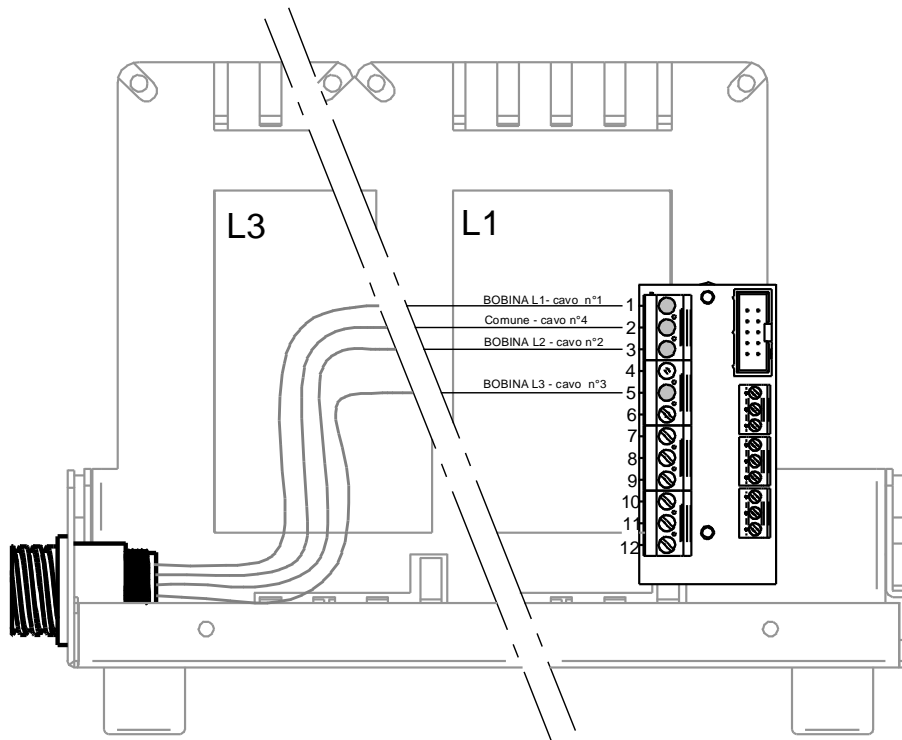

Figura 19
- Il connettore circolare di alimentazione di potenza è collegato secondo lo schema di figura 19.